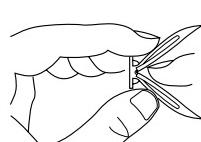

Figure 7 - Pliage de la cheville
2. Repliez la cheville (voir la figure 7).